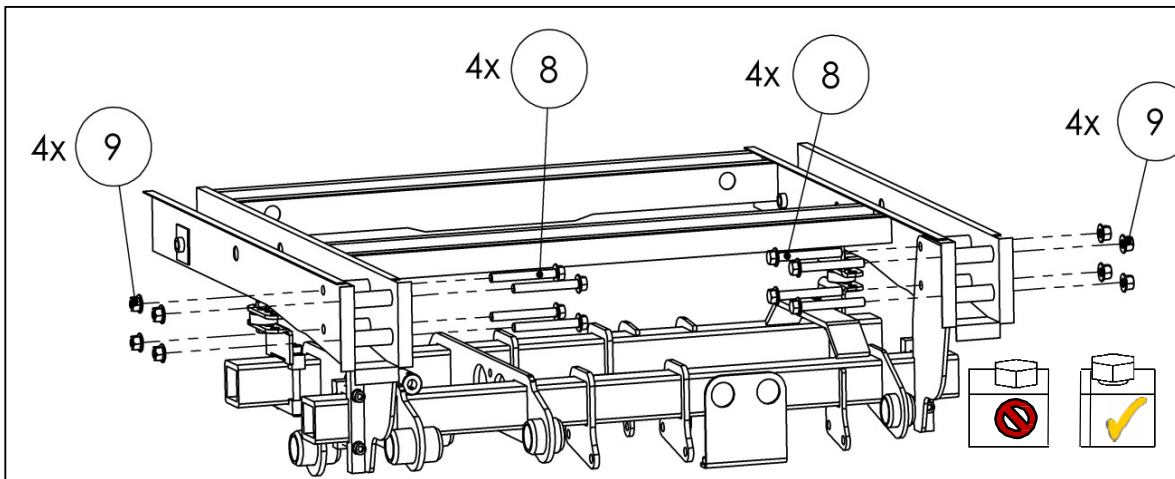

Fig. 29
- Levante el mecanismo de elevación. Inserte los tornillos traseros (juego de adaptador de instalación - No. de parte. 22 911 216) y apriételes a mano como se muestra en la Fig.29.